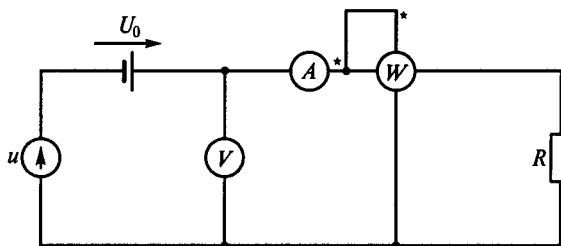

Рис. 108
**3.67.** В цепи на рис. 108  $U_0 = 220 \text{ В}$ ,  $u = 180 \sin 314 t$ ,  $R = 10 \text{ Ом}$ . Каковы показания приборов электромагнитной системы? (Указать неправильный ответ.)